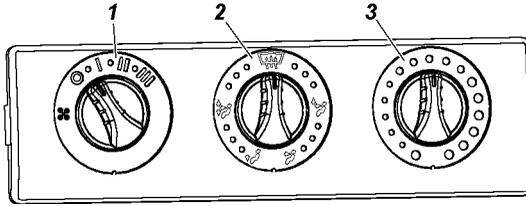

Рис. 3.11. Пульт управления отопителем:
Для подогрева поступающего в салон воздуха поверните рукоятку 3 (рис. 3.11) по часовой стрелке. Рукояткой 2 можно изменять направление потока воздуха согласно пиктограммам, нанесенным на лимб рукоятки:
Приточная вентиляция салона осуществляется по тем же каналам при крайнем положении против часовой стрелки рукоятки 3 (см. рис. 3.11). Вытяжная вентиляция осуществляется за счет отверстий в задней обивке крыши и внутренней панели проема двери задка, через опускаемые стекла дверей, а также через люк крыши при его наличии.
2. Установите рукоятку 3 (см. рис. 3.11) управления краном отопителя в положение “Закрыто”.
4. Рукояткой 1 (см. рис. 3.11) выключателя вентилятора отопителя выберите желаемую скорость вращения вентилятора. При нахождении рукоятки в положении “О” вентилятор
3. Если при работе кондиционера рукоятка 1 (см. рис. 3.11) выключателя вентилятора отопителя салона была установлена в положение “I”, “II” или “III”, то в этом случае после выключения кондиционера автоматически включается режим вентиляции салона.